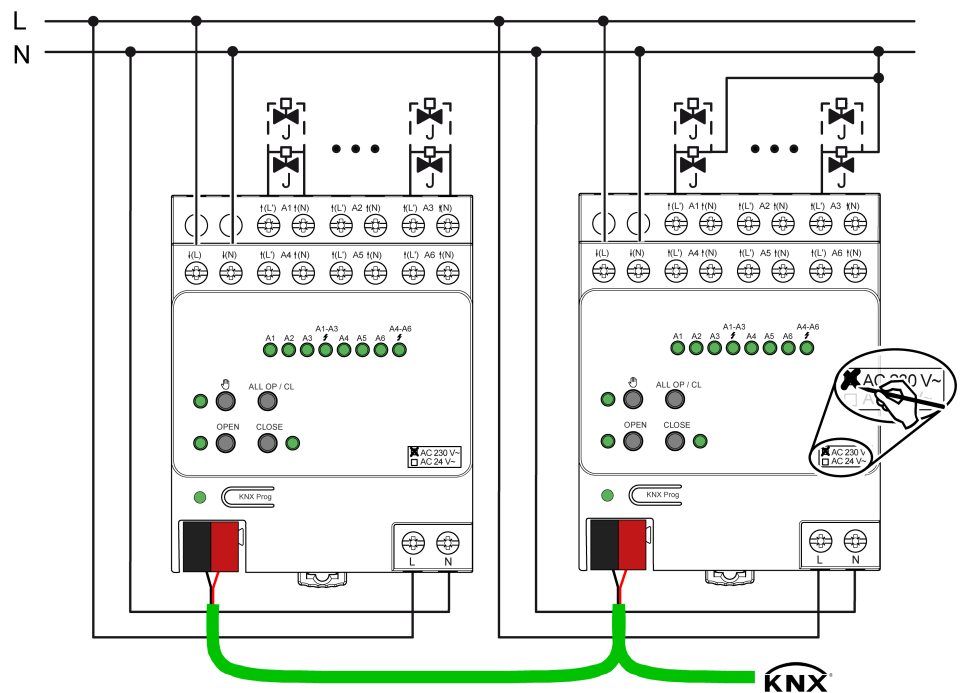

Bild 2: Anschluss für Stellantriebe AC 230 V (Anschlussbeispiele)
- Stellantriebe AC 230 V gemäß Anschlussplan (siehe Bild 2) anschließen. Die Neutralleiter der Stellantriebe können entweder jeweils direkt mit den N-Klemmen der Ausgänge des Heizungsaktors (Anschlussbeispiel links) oder alternativ gemeinsam mit einem geeigneten N-Potenzial (z. B. N-Leiterklemme im Verteiler) verbunden werden (Anschlussbeispiel rechts). Es ist nicht unbedingt erforderlich, die Neutralleiter der Stellantriebe unmittelbar an den Aktor anzuschließen.